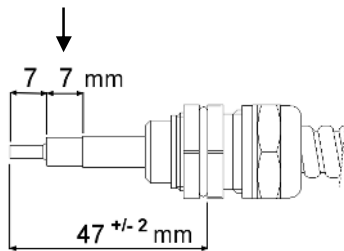

Afbeelding 6: afwerking coaxkabel
- Controleer bij gebruik van coaxkabel of de kabellengte vanaf de PVC bus 38 mm is, zie afbeelding 6. Indien niet correct aanpassen, zie ook handleiding ionisatieapparatuur.
Afgeschermd coaxkabel moet worden afgewerkt zoals aangegeven in afbeelding 6.